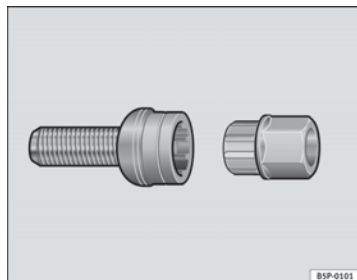

Fig. 199 Tornillo anti-robbo de la rueda
- Coloque el adaptador hasta el tope en el tornillo antirrobo de la rueda ⇒ fig. 199.